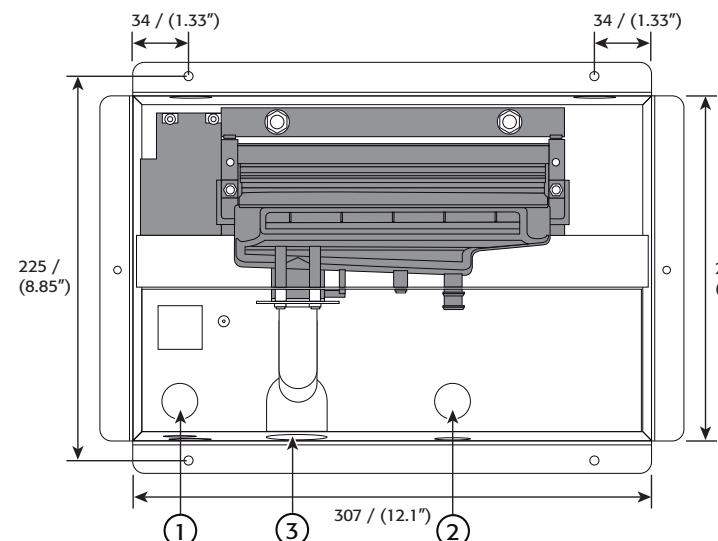

Fig. 3
- Eliminare la parte pretranciata del telaio, dopo aver deciso da dove immettere il tubo del vapore (parte inferiore o parte posteriore - ③ in Fig. 3 e 4);
- Remove the cutout on the frame, after having decided where to run the steam hose (bottom or rear - ③ in Fig. 3 & 4);